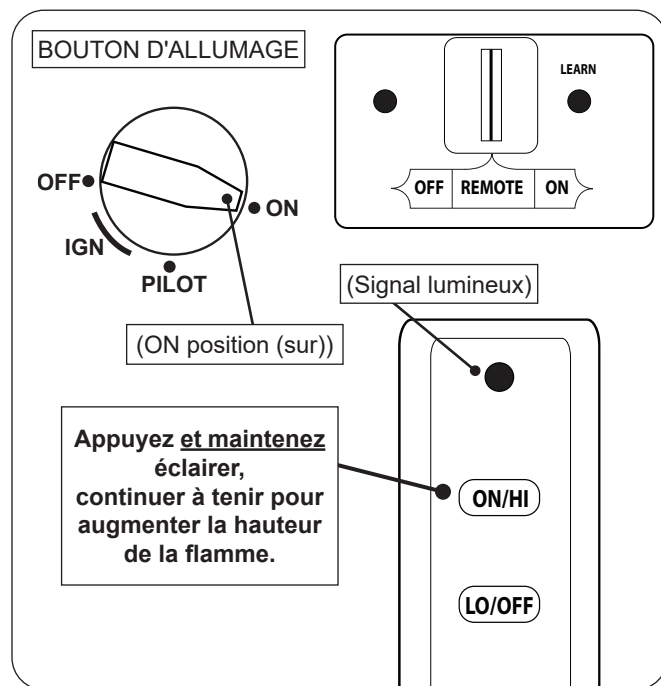

Fig. 52-1 Éclairage à distance
1. Assurez-vous que la veilleuse brûle. Tournez le bouton d'allumage dans le sens antihoraire ↶ sur **ON** (sur) (voir Fig. 52-1).
2. Localisez l'interrupteur à 3 positions sur le récepteur à distance et faites glisser l'interrupteur sur **REMOTE** (télécommande) (voir Fig. 52-1).
3. Localisez la télécommande et maintenez enfoncé le bouton **ON/HI** (sur/ haut) (voir Fig. 52-1). La séquence d'allumage commencera.